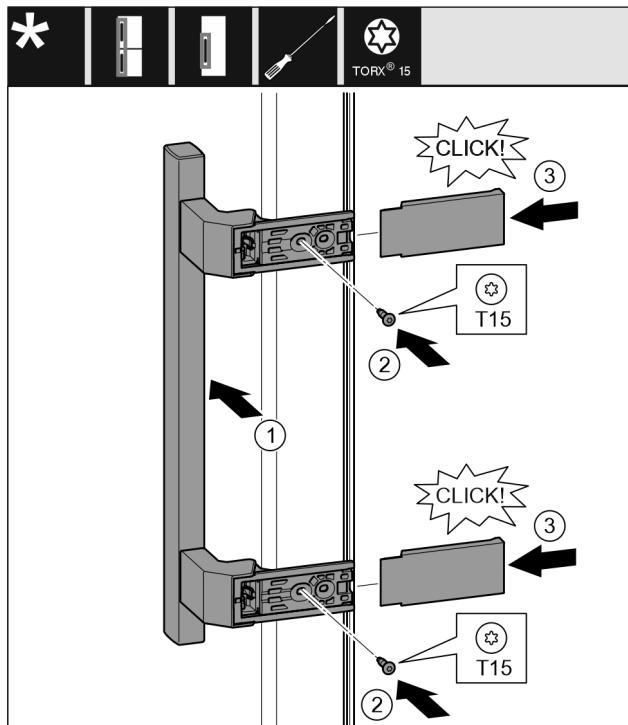

Fig. 40
- Aplicați mânerul pe partea opusă. Fig. 40 (1)
- Însurubați ferm șuruburile cu șurubelnită T15. Fig. 40 (2)
- Aplicați și împingeți capacele laterale. Fig. 40 (3)